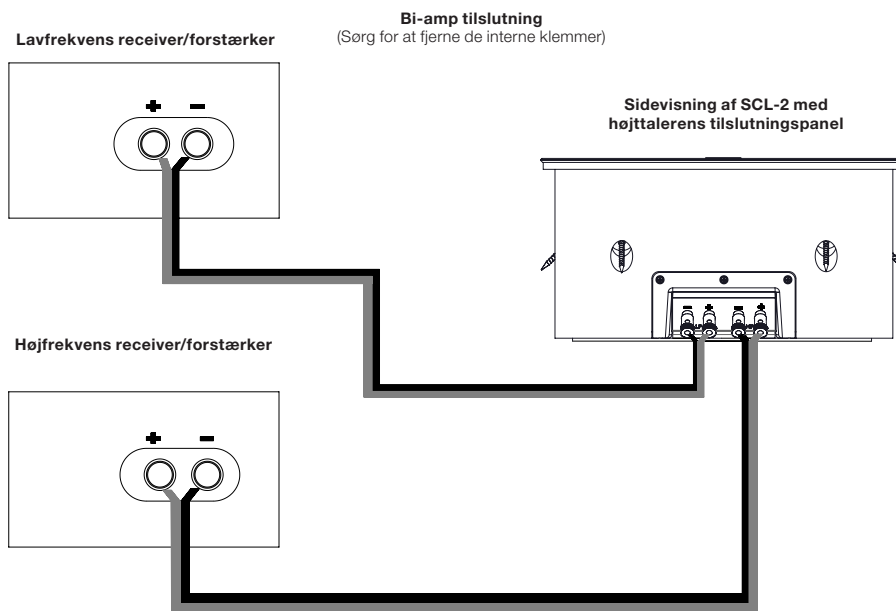

Fig. 9
3. Forbind det "HF"-mærkede par til højttalerens "HF"-indgang, og det "LF"-mærkede par til "LF"-indgangen. (fig. 9)